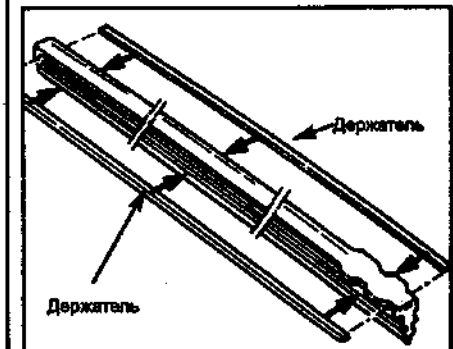

Рис. 123. Установка металлических держателей в новую резиновую щетку
3. Снимите металлические держатели с резиновой щетки и установите их в новую резиновую щетку (рис. 123).